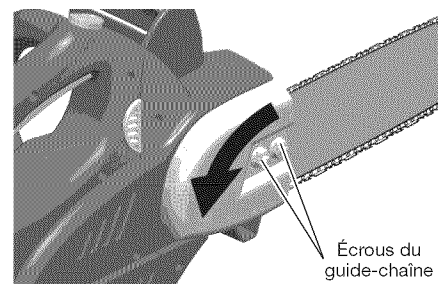

Figure 9 - Desserrez les écrous du guide-chaîne
1. Desserrez les écrous du guide-chaîne avant de régler la chaîne (voir figure 9).